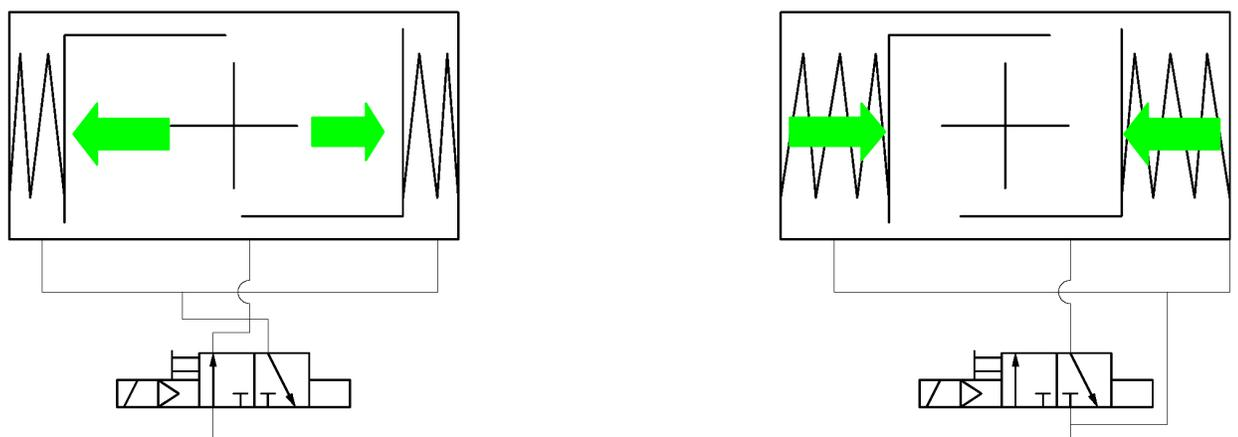

Figura 2: schemi elettrici per azionamenti a effetto semplice EB SYS
- ▶ azionamenti a effetto semplice con ritorno a molla EBx. 1 SYS sono rappresentati in figura 2.
**Azionamenti con ritorno a molla** possono essere alimentati solo **attraverso il collegamento sinistro**, vedi figura 2